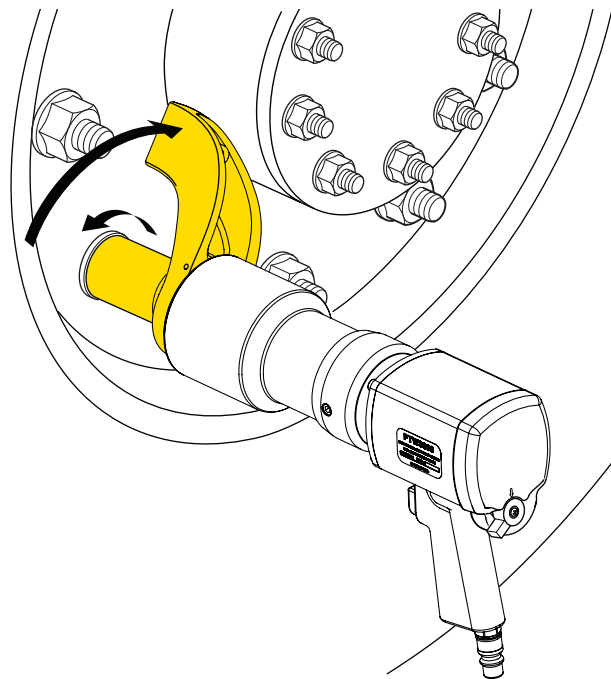

Fig. 9
10. Fig. 9 arată poziția pentru brațul de reacție când pătratul de acționare se rotește în sensul invers acelor de ceasornic.
asigurați-vă că maneta de reglare este setată în poziția „R” și că brațul de reacție este poziționat ca în Fig. 9. Apoi apăsați complet declanșatorul și țineți-l apăsat până când elementul de fixare se slăbește.